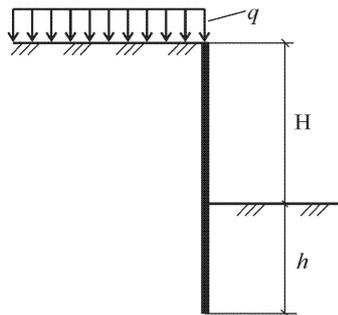

Рис. 5
10.1. Определить активное p_{af} и пассивное p_{np} давления грунта на стенку ограждения котлована в несвязном грунте. Построить эпюры давлений (рис. 5).
10.2. Определить активное p_a и пассивное p_n давления грунта на стенку ограждения котлована в связном грунте. Построить эпюры давлений (см.рис.5).